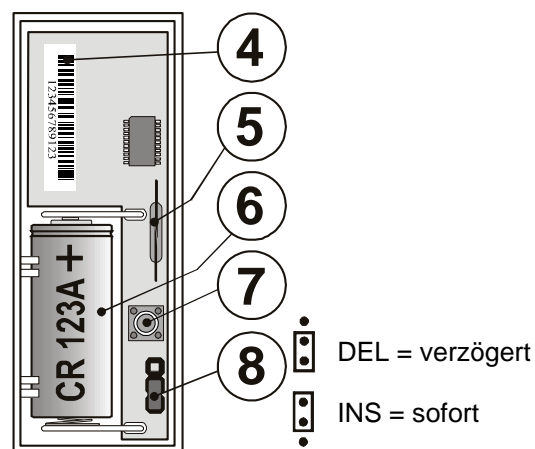
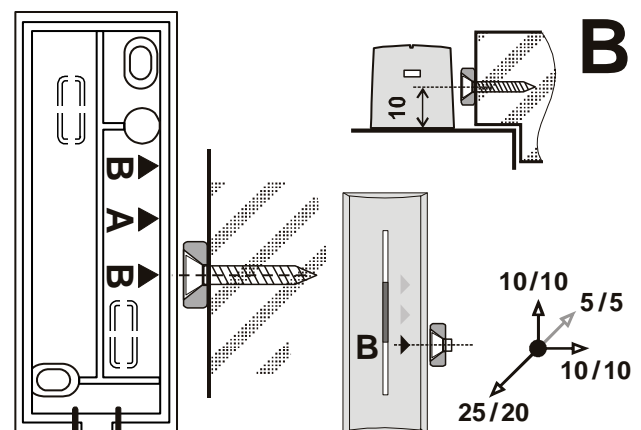

Abb. 4
Abb. 6
- Befestigen Sie den Magnet am beweglichen Teil der Tür (des Fensters). Platzieren Sie den Magnet im Kunststoffgehäuse in Höhe des Pfeils A (s. Abb. 4 und 5), der Ringmagnet muss sich in Höhe des Pfeils B befinden (s. Abb. 6). Die Entfernung des Magnets vom Sender sollte bei geschlossener Tür so gering wie möglich sein. Die Entfernung, in der der Öffnungsmelder aktiviert wird, ist in allen Achsen für den magnetischen und nicht magnetischen Montageuntergrund in den Abbildungen 5 und 6 dargestellt. Hinweis: Verwenden Sie zur Höhenanpassung des Magnets A die mitgelieferte Unterlage.
Mit der **Steckbrücke INS/DEL** (Abb. 4) kann festgelegt werden, ob der Melder eine **Eingangs- und Ausgangsverzögerung** (Position **DEL**) gewähren soll. Die Position **INS** bedeutet eine **sofortige Reaktion** des Systems.